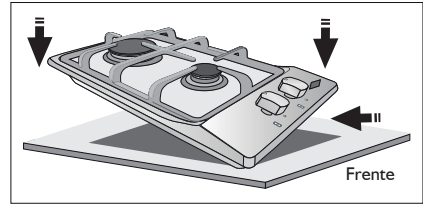

Figura 13
- Retire la superficie recortada y proceda a colocar la cubierta sobre la mesa de instalación (Ver figura 13).